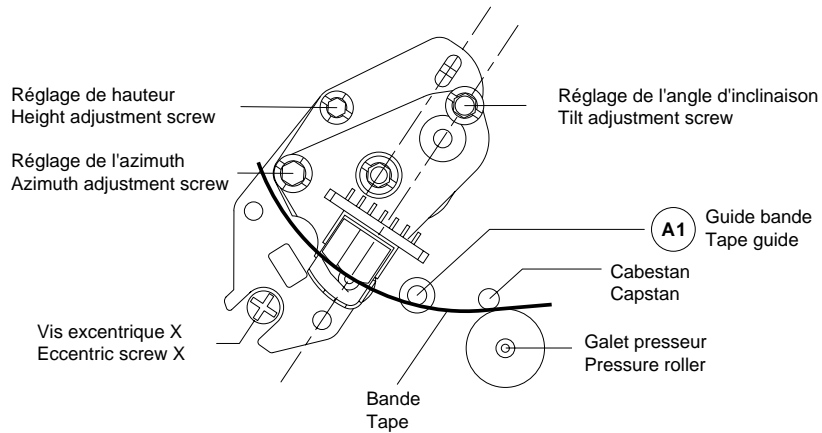

Fig. 25
- A l'aide de la vis de réglage de l'angle d'inclinaison (Fig. 25) bien ajuster le bord inférieur de la bande au ras de l'épaulement inférieur du guide-bande "A1" (la bande ne doit pas être en appui sur son bord inférieur).
- A l'aide de la vis de réglage de hauteur régler la tension de sortie au maximum (Fig. 25).
- A l'aide de la vis de réglage d'azimut régler la tension de sortie au maximum (Fig. 25).
- A l'aide de la vis excentrique X (Fig. 25) régler le signal de suivi de piste "TRIV" (MP  $\nabla_{05}$ ) au maximum (couplage DC).
- By means of the tilt adjustment screw (Fig. 25) move the tape until the lower edge just touches the tape guide "A1" (the lower edge of the tape must not bend).
- Adjust for maximum output voltage with the height adjustment screw (Fig. 25).
- Adjust to maximum output voltage with the azimuth adjustment screw (Fig. 25).
- With the eccentric screw X (Fig. 25) adjust the "TRIV" (MP  $\nabla_{05}$ ) tracking signal to maximum voltage (DC-coupling).